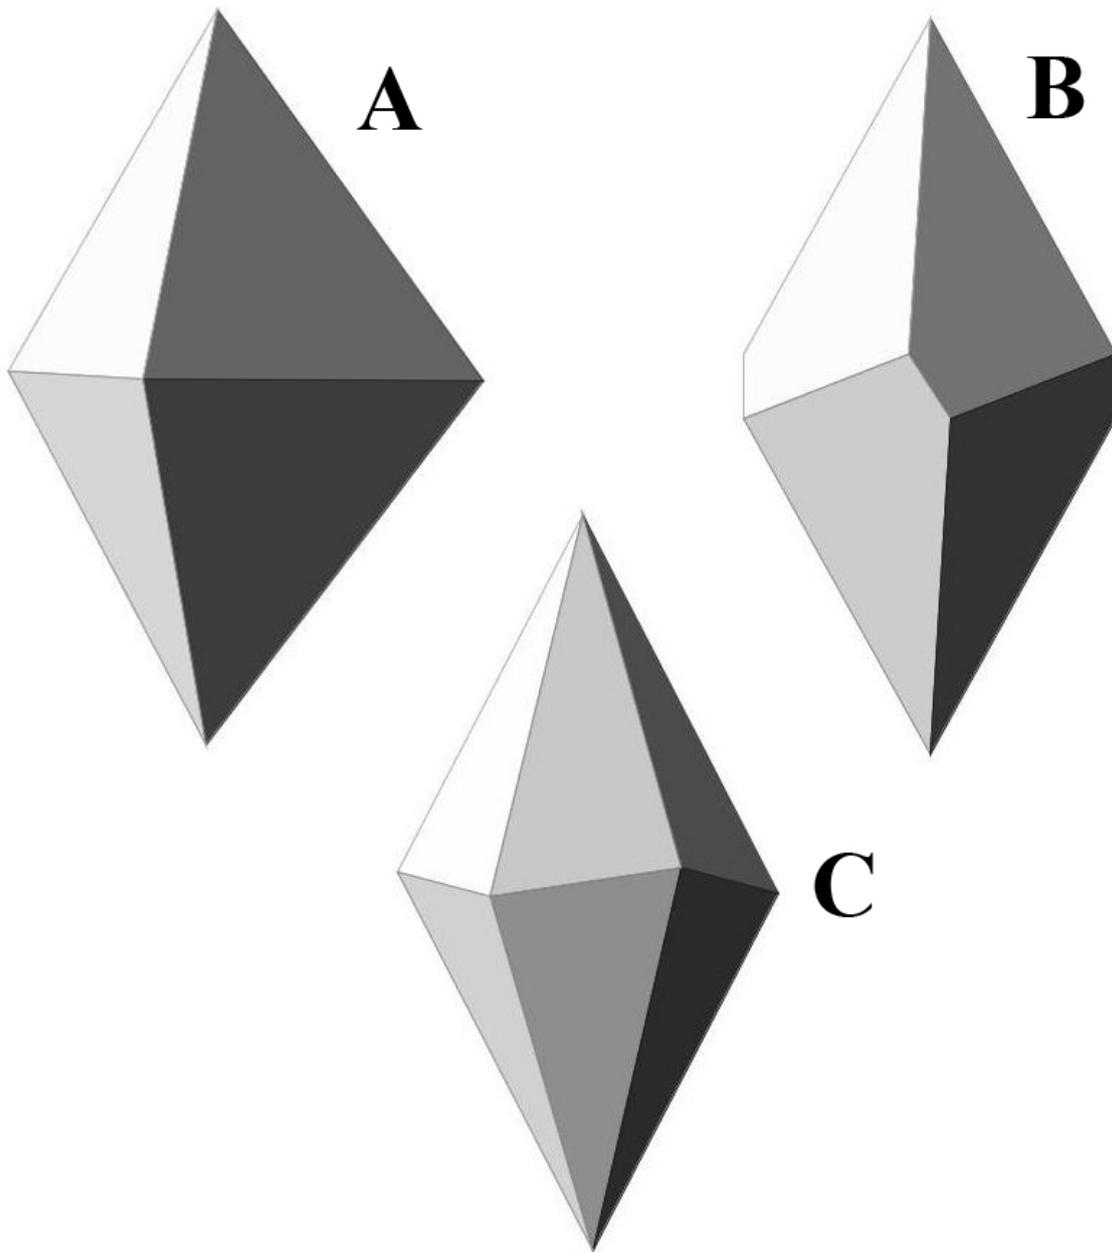

Figura 2.
1. En los poliedros que se presentan en la figura 2 realiza las siguientes actividades: